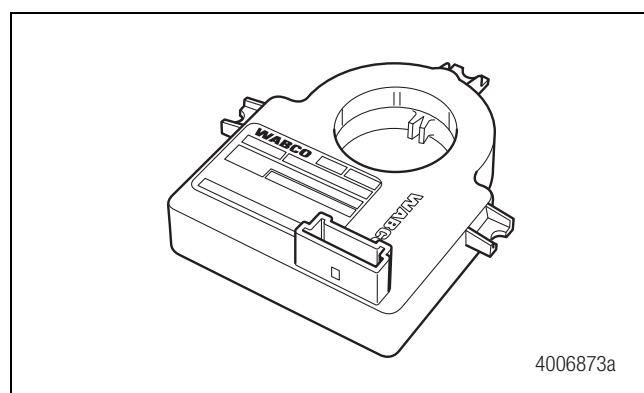

Figura 4.14
6. El sensor SAS está unido por tres tornillos a la columna de dirección, con la pestaña central alojada en el eje ranurado de la columna de dirección. Figura 4.14.